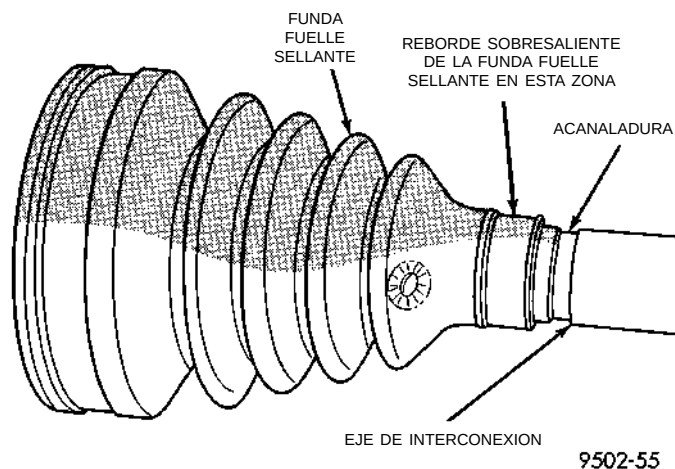

Fig. 30 Instalación de la funda fuelle sellante en el eje de interconexión
(1) Deslice la abrazadera de retención de la funda fuele sellante de la articulación de tipo Tripod interna, en el eje de interconexión. Luego deslice la funda fuele de la articulación de tipo Tripod interna de recambio en el eje de interconexión. **La funda fuele sellante de la articulación de tipo Tripod interna SE DEBE emplazar en el eje de interconexión, de modo que el reborde sobresaliente del lado interior de la funda fuele sellante esté en la acanaladura del eje de interconexión (Fig. 30).**